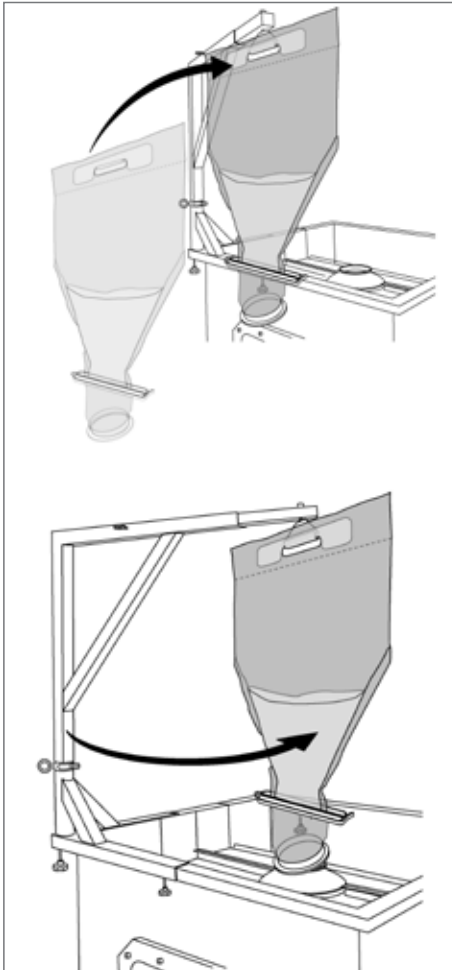

Abbildung 68
- Hängen Sie den Pulver-Bag auf die Halterung für den Pulver-Bag und positionieren Sie diesen über dem Palletank® (siehe Abb. 68)